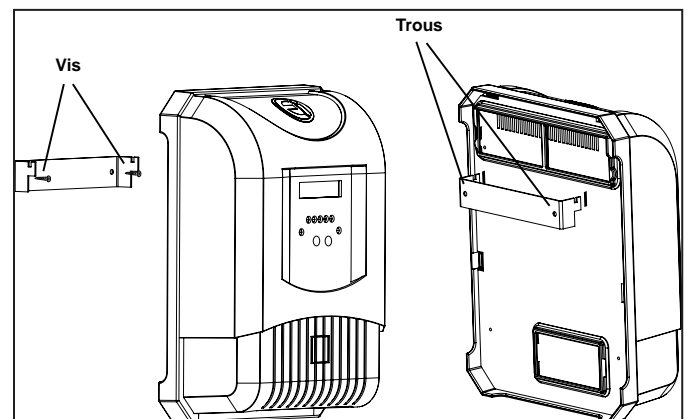
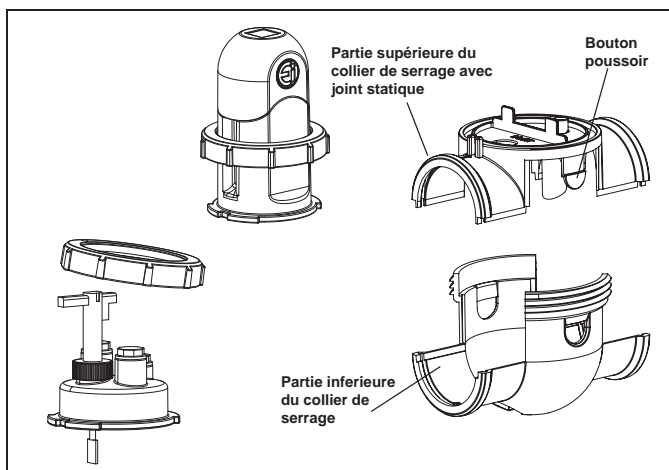

Figure 4. Fixer le bloc d'alimentation
Figure 5. Démontage de la cellule et du capteur
2. Visser le support du bloc d'alimentation à un mur où il sera bien fixé en s'assurant qu'il soit placé à pas plus de 4,6 m (15 pi.) de la cellule. Voir Figure 4 et Figure 5.
3. Mettre le bloc d'alimentation en place en alignant le support avec les trous correspondants (Voir Figure 4).
4. Dévisser l'anneau de serrage de la cellule et du capteur pour le retirer de la partie supérieure du collier de serrage (voir Figure 5).
5. Appuyer sur les deux (2) boutons poussoirs situés sur chaque côté de la partie supérieure du collier de serrage pour séparer la partie inférieure de la partie supérieure (Voir Figure 5).